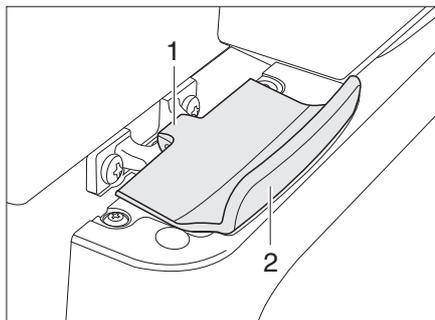

Bild 234 Verriegelung der Kühlschranktür, geschlossen (Thetford)
**Öffnen:** ■ Kühlschranktür am Griff (Bild 234,2) öffnen. Die Verriegelung (Bild 234,1) wird automatisch gelöst.